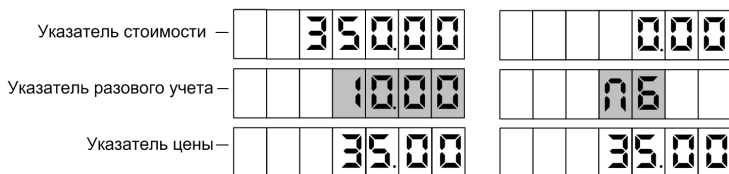

Рисунок 12
8.2 Для выдачи топлива задать дозу с СУ. Когда устройство будет готово к отпуску топлива, в средней строке табло мигающими символами отобразится величина *заданной* дозы, а в случае отпуска "до полного бака" – символы "ПБ" (рисунок 12). Это дает клиенту удобный способ определить, когда можно начать заправку, а также убедиться, что задано именно то количество топлива, которое он заказывал. Для запуска налива необходимо снять раздаточный кран или подать команду "Пуск" с системы управления, после чего значения стоимости и объема на табло обновляются. С этих пор на табло отображается *отпущенная* на текущий момент доза.